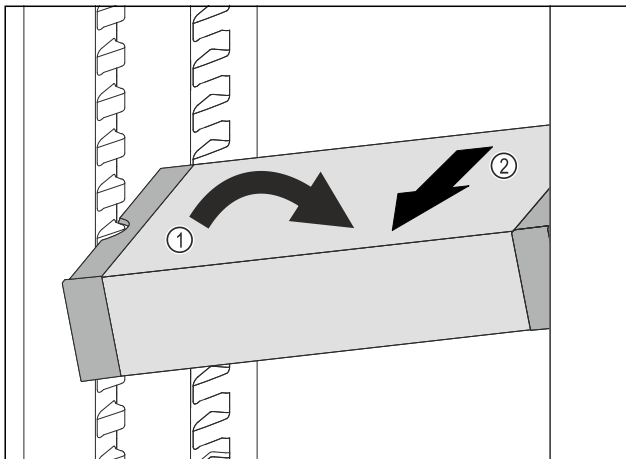

Fig. 124
- ▶ Állítsa ferde helyzetbe a VarioSafe-fiókot a hűtőrészben. Fig. 124 (1)
- ▶ Előrefelé vegye ki a VarioSafe-fiókot. Fig. 124 (2)